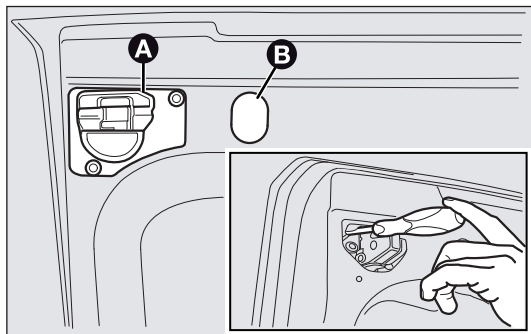

fig. 159b
- ☐ para versiones con techo alto y puertas batientes, quitar la protección de plástico A-fig. 159b y el tapón de goma B-fig. 159b montados a presión, utilizando un destornillador actuar en las lengüetas de sujeción como se muestra en la figura y extraer el grupo;